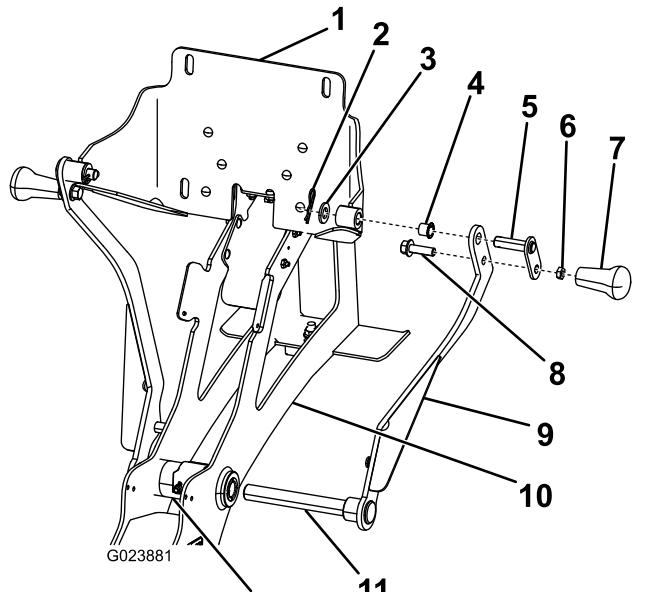

Bild 6
- Führen Sie die Achse des rechten Wiegears durch die Scharnierwelle (Bild 6).
- Befestigen Sie den linken Arm lose an der frei liegende Achse auf der anderen Seite des Rahmens. (Bild 6).
- Installieren Sie auf der Rückplatte 2 kleine Buchsen in die Drehpunkte der Rückplatte (Bild 6).
- Bringen Sie die Rückplatte zwischen den oberen Löchern in jedem Arm in die richtige Stellung. (Bild 6).
- Installieren Sie den Lagerbolzen durch das obere Loch in den Arm und die Rückplatte (Bild 6).
- Befestigen Sie den Griff mit einer Flachscheibe und einem Splint an der Rückplatte, wie in Bild 6 dargestellt.
- Befestigen Sie die Griffe an den unteren Löchern auf den Armen (Bild 6) mit einer Schraube (3/8" x 1-1/4") und einer Kontermutter (3/8").
- Befestigen Sie den oberen Lagerbolzen des linken Wiegears mit einer Scheibe ($\frac{1}{2}$ ") und einem Splint an der Rückplatte (Bild 6).